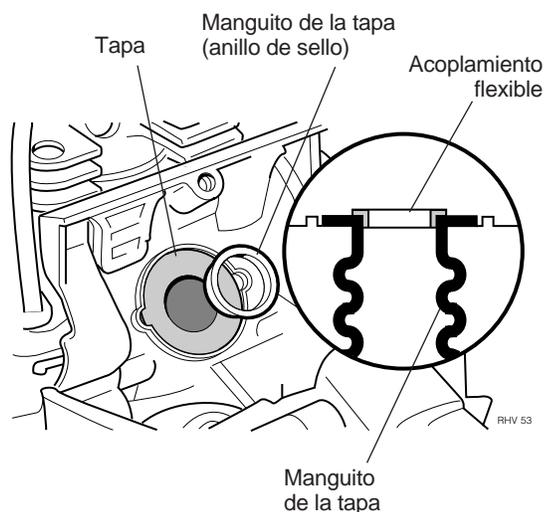

Figura 12.7 Instalación típica del manguito de la tapa
Paso 9. Conecte el interruptor de parada y vuelva a instalar el anillo de sello (donde se use, vea la figura 12.7), carburador, filtro de aire y tapa del cilindro en orden inverso al desmontaje